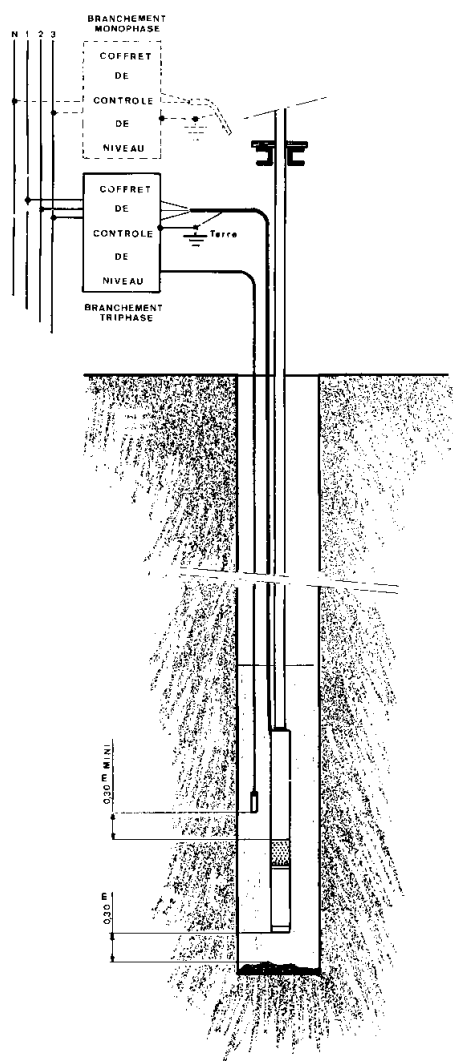

fig. 3
- L'électrode doit être placée au moins à 0,3 mètre au dessus de la crépine de la pompe (voir fig. 3).
- Raccorder l'autre extrémité du câble de l'électrode sur le bornier du coffret comme indiqué sur la figure 3 ci-dessous.